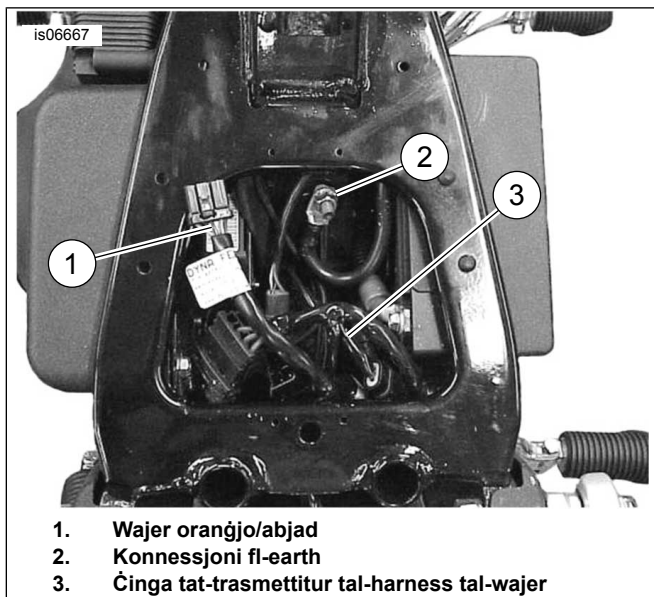

Figura 3. L-Immuntar tat-Trasmettitur (Dyna)
2. Ara Figura 3 . Uża ċ-ċineg tal-kejbil biex twaħħal it-trasmittitur tal-harness tal-wajers tad-Dyna (3), li jinsab taħt is-sedil u ħdejn il-kompartiment tal-batterija. Irrutja l-wajers tat-trasmittitur 'il quddiem matul in-naħa tal-lemin tal-frejms.